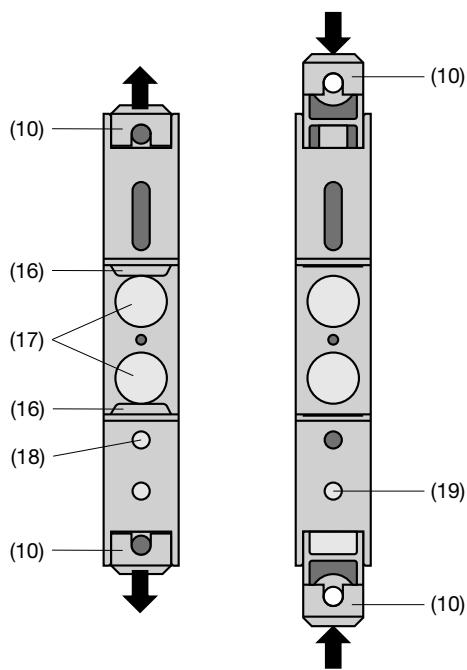

Fig. 8. Fond de l'appareil.
Ensuite tirer en dehors les languettes de fixation (10) en enfonceant en même temps les boutons de verrouillage (18) (voir fig. 8 à gauche).
Pour rentrer si nécessaire les longuettes de fixation, il faut enfoncer les boutons de verrouillage (19) et en même temps glisser les languettes de fixation (10) dans la base du boîtier (voir fig. 8 à droite).